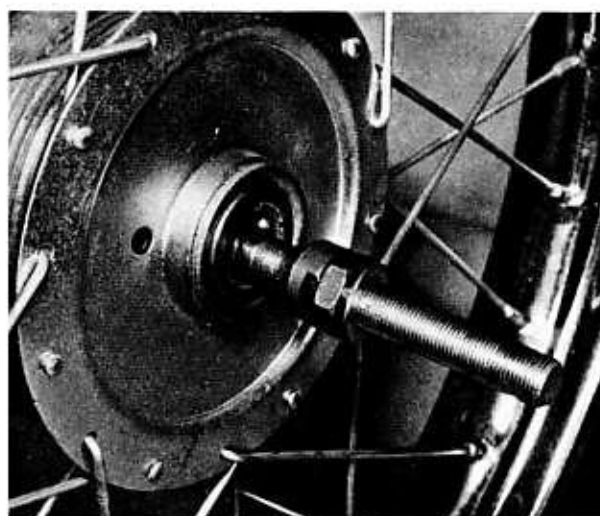
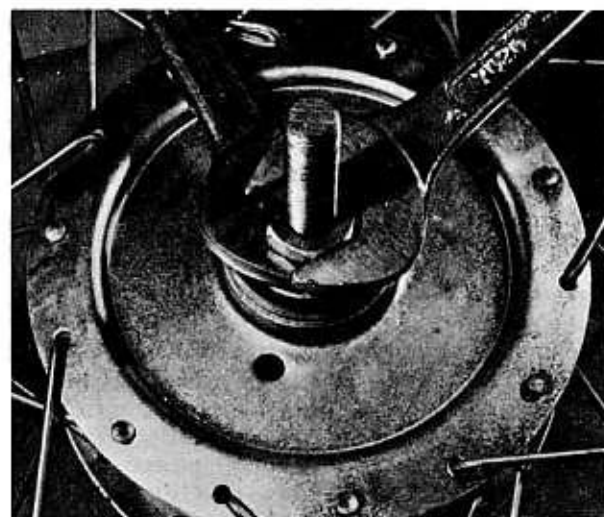

Bild 136
Bild 137
- Die Lagerschalen reichlich mit hochschmelzendem Fett schmieren und die Kugeln wieder einsetzen. Die Kugeln dürfen die Lagerschalen nicht vollständig ausfüllen, sondern es muss noch Raum für etwa eine Kugel frei bleiben, damit die Kugeln nicht aneinander reiben. Die Achse von der rechten Seite her einführen, nachdem der Lagerkegel geschmiert wurde (Bild 136). Das Rad umdrehen, den linken Lagerkegel schmieren und mit der Gegenmutter aufschrauben. Das Lager so einstellen, dass sich die Achse frei drehen lässt und am Felgenreif nur noch eine Spur von Spiel spürbar ist (Bild 137). Die Gegenmutter festziehen und die Einstellung nochmals überprüfen. Bei zu geringem Spiel werden die Lager überlastet, sie laufen heiss und führen zu Lei-